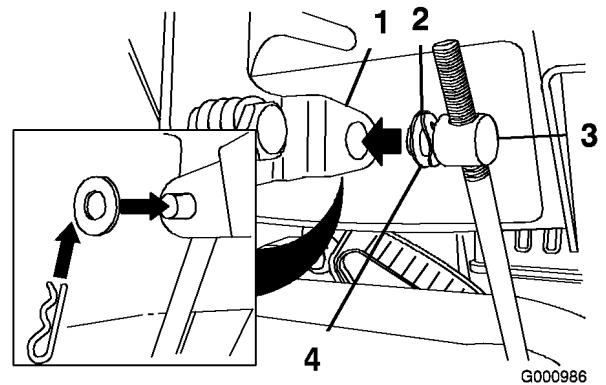

Bild 11
- Entfernen Sie den Splint und die äußere Scheibe vom Drehzapfen am oberen Ende des Geschwindigkeitseinstellgestänges (Bild 11).
Hinweis: Das Einbauen ist einfacher, wenn Sie die gewellte Scheibe und die flache Scheibe auf dem Drehzapfen lassen (Bild 11).
- Heben Sie das Geschwindigkeitseinstellgestänge an und setzen Sie den Drehzapfen in das Loch im Geschwindigkeitsschalthebel (Bild 11).